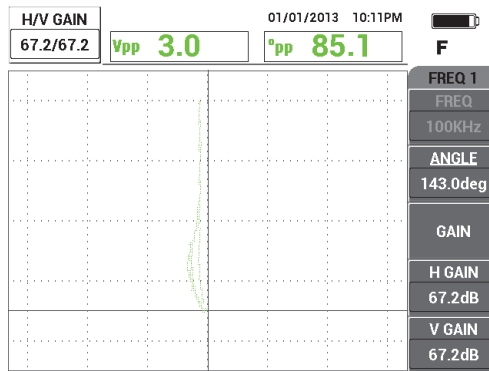

Figura 5-35 Ajuste do ganho vertical
5. Pressione a tecla GAIN (**dB**) uma vez e ajuste o H/V GAIN até o sinal do sulco atingir cerca de 90% da altura da tela (veja Figura 5-35 na página 153).